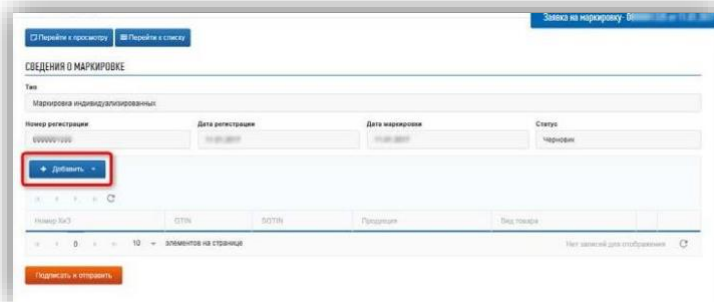

Рисунок 132 – Добавление КиЗ
- На странице заявки на маркировку нажмите кнопку «Добавить» (рис. 132).